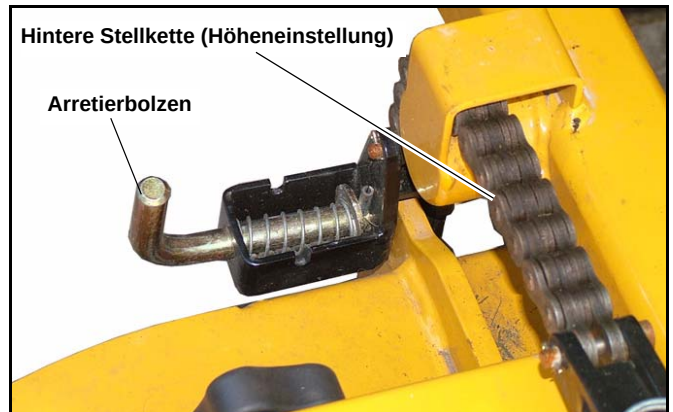

Abb. 3-16
10. Bringen Sie am hinteren Ende auf jeder Seite des Mähdecks die hinteren Halterungen für den Hubmechanismus an. Vergewissern Sie sich, dass die Stifte ordnungsgemäß und vollständig in den Halterungen eingesetzt sind. Abb. 3-16